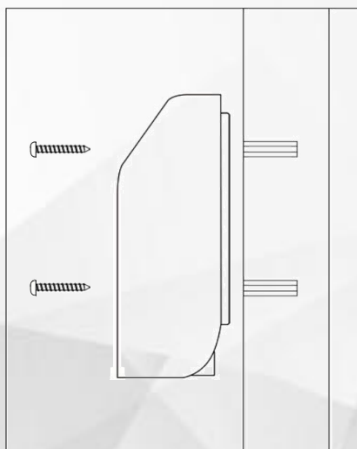

图 2
2.如图 2 所示，对照背夹上面的 4 个孔，将膨胀螺丝管塞进孔内，注意上下方向，用长螺丝对应着墙上的 4 个孔，将背夹锁在墙上。